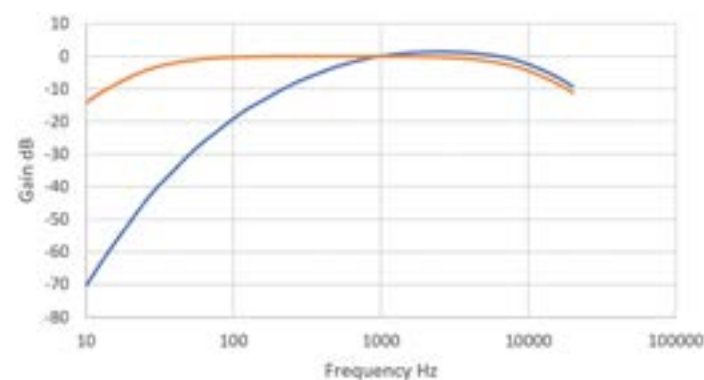

Figure 1 'A' et 'C' courbes de pondération
La façon dont l'oreille interprète le son varie en fonction du niveau sonore. Les pondérations (A) des sonomètres sont utilisées pour la plupart des applications mais, à des niveaux de bruit de 100 dB ou plus, la réponse de l'oreille est beaucoup plus plate. Par conséquent, les basses fréquences doivent également être prises en compte à l'aide de la pondération (C) afin de refléter plus correctement la réponse de l'oreille à ces niveaux. La figure 1 affiche les courbes de pondération (A) et (C). Les valeurs HML peuvent être utilisées lorsque le bruit dans l'environnement est dominant à certaines fréquences. La protection de l'oreille est calculée à l'aide des niveaux sonores pondérés (A) et (C).